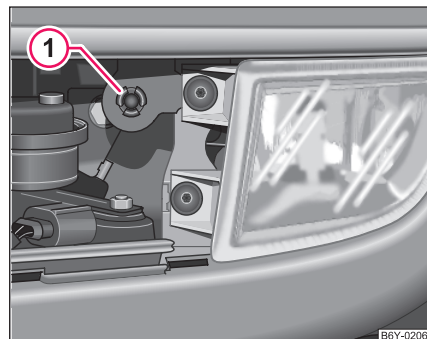

Fig. 159 Demontarea farurilor de ceață
- Scoateți șurubul suportului farurilor pentru ceață. Cu șurubul de sus este fixat de far senzorul pentru temperatura aerului exterior\* ① ⇒ Pagina 222, Fig. 159.